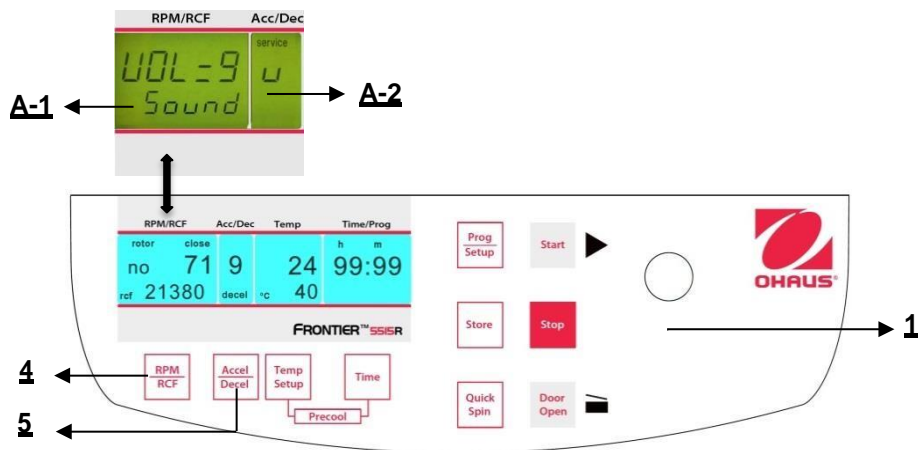

Abbildung. 34
Fahren Sie fort wie unter Punkt 4.1.2 beschrieben, um in den Programmmodus einzutreten und drücken Sie dann die Taste "Accel/Decel"_(5). Auf der Anzeige "Acc/Dec" (A-2) blinkt das Wort "Service". Wählen Sie nun den Buchstaben "U" mit Hilfe des Anpassungsknopfes (1). Als Ergebnis erscheinen auf der Anzeige "RPM | RCF" (A-1) die Worte "Vol=0- 9/Sound". Nach dem Drücken der Taste "RPM | RCF" (4), können Sie die gewünschte Lautstärke zwischen 0 (leise) und 9 (laut) mit dem Anpassungsknopf (1) anpassen (siehe Abbildung 34). Nachdem Sie die Einstellungen gespeichert haben (siehe 4.1.2), können Sie zurückwechseln zum normalen Programmiermodus, indem Sie die Zentrifuge für einen kurzen Zeitraum ausschalten.